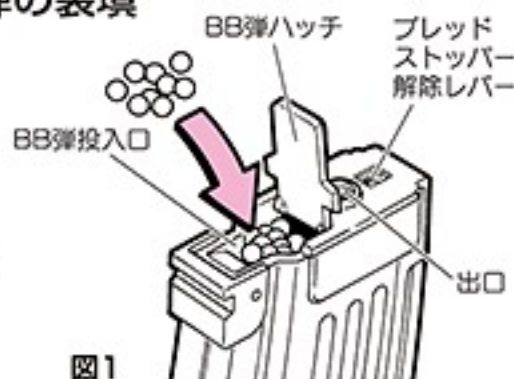

図1
① BB弾ハッチを開け、BB弾を入れます。約250発入ります。(ムリに押し込まないでください。)
② BB弾ハッチを閉めます。
■撃ち終わった後、導管に残った弾はマガジンを逆さまにして、図1の解除レバーを引くことによって出すことができます。
③ BB弾投入口を上にして、底部のギアを矢印の方向へいっぱいまでまわします。BB弾が図1の出口まで上がっている事を確認します。ギアをまわし続けると、ジージーという音がカチッカチッという音に変化します。これで準備OKです。(BB弾が少量しか入っていない場合はカラ回りするだけです。)
① Open the BB bullet hatch and insert BB bullets. The magazine can contain about 250 bullets. (Avoid pressing bullets into the magazine using excessive force.)
② Close the BB bullet hatch.
③ Hold the magazine with the BB bullet entrance faced upwards and turn the gear at the bottom all the way to the direction of arrow. It is fully turned when jiji sounds change to click-click sounds. (The gear turns without load if only a limited number of bullets exists.) Check that BB bullets are moved up to the exit shown in Fig.1 and then insert the magazine into the rifle.